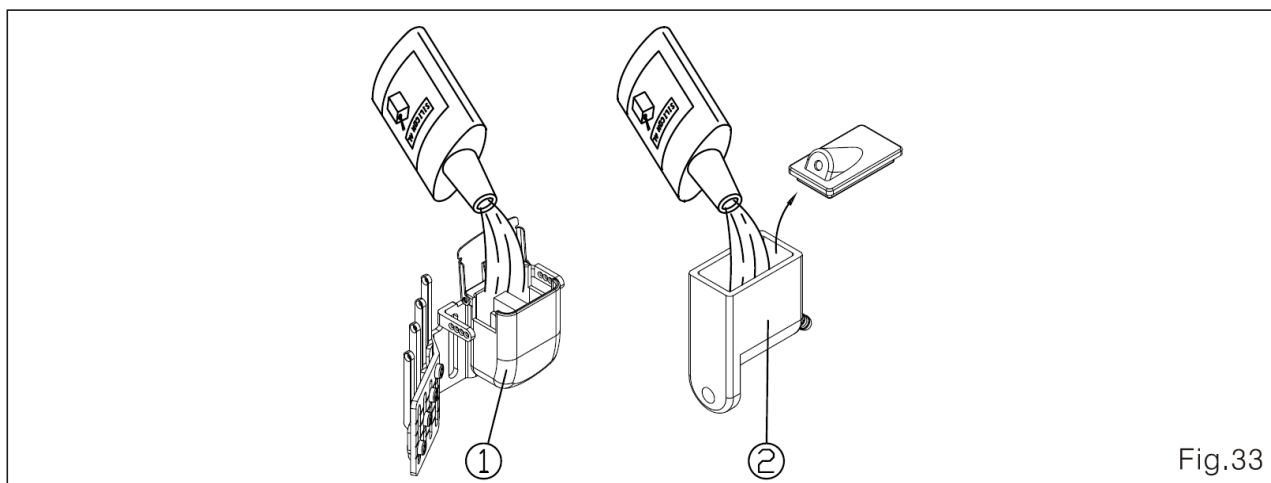

Fig.33
Encha os tanques de óleo ① e ② com óleo de silicone para prevenir a quebra da linha. (Fig.33)